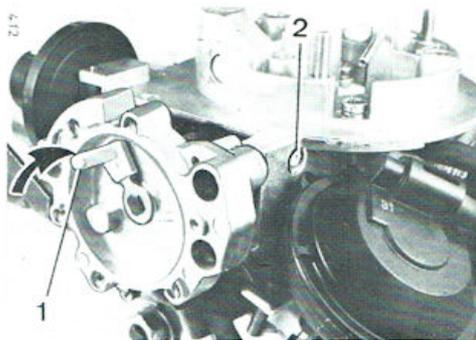

Bild 28
**2.3 Polldowndose auf Dichtheit prüfen (Bild 28, 29)**
**2.4 Starterklappe (Bild 28–30)**